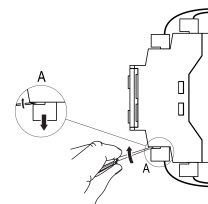

Рисунок 3 – Отсоединение съемных частей клемм
2. Отделить от прибора съемные части каждой из клемм вместе с подключенными внешними линиями связи с помощью отвертки или другого подходящего инструмента (см. *рисунок 3*).